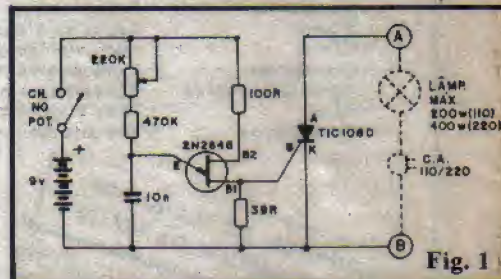
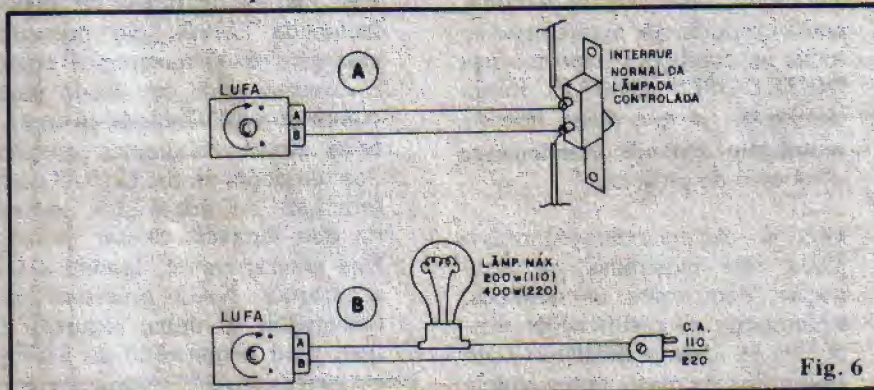

Fig. 1
Fig. 6
— FIG. 1 — O "esqueminha" da LUFA mostra toda a simplicidade do arranjo circuitual, que se vale de dois componentes de grande versatilidade: o transistor unijunção (TUI) 2N2646 e o SCR (Retificador Controlado de Silício) TIC106D. O TUI, com o auxílio dos resistores e capacitor, oscila numa frequência relativamente alta, cujo valor momentâneo pode ser ajustado através do potenciômetro de 220K, ao longo de faixa ampla. No terminal B1 (base 1) do 2N2646, essa oscilação proporciona a presença de uma série de pulsos positivos, rápidos e intensos, que são, por sua vez, usados no comando do terminal de gate (G) do SCR, determinando assim a "autorização" cíclica para que o transistor energize ou não a carga (lâmpada) ao longo da alternância normal da Corrente Alternada domiciliar... Uma parte do circuito funciona alimentada por baixa tensão (9VCC) fornecida
- FIG. 6 - Diagramas de instalação da LUFA. No primeiro exemplo (6-A) mostramos como o circuito pode ser usado para controlar uma lâmpada já instalada, através da simples conexão dos terminais da Saída (A-B) aos terminais do interruptor normal da dita lâmpada. Notar que os fios anteriormente ligados a tal interruptor **NÃO** precisam ser desligados. O único requisito é que, para o comando da LUFA
tornar-se efetivo, o interruptor deve ser mantido na sua posição "desligado". Além disso, a potência da lâmpada controlada deverá estar **dentro** dos limites previamente indicados (ver texto referente à FIG. 1). Se o Leitor preferir instalar a LUFA no controle de uma lâmpada "exclusiva", deverá fazê-lo conforme mostra a fig. 6-B. Observar ainda que, dentro dos limites de wattagem propostos, **mais de uma lâmpada** pode ser acionada, desde que sejam elas ligadas em paralelo e que a **soma** das suas potências seja inferior ou igual aos limites. Assim, em 110V, duas lâmpadas de 100W cada podem ser comandadas, ou, em 220V dez lâmpadas de 40W cada podem ser acopladas à LUFA (apenas exemplos, entre dezenas de outras possibilidades...). **NÃO ESQUECER** dos cuidados elementares com a segurança e a isolação, na instalação da LUFA, já que estará lidando com tensões e potências relativamente elevadas, onde qualquer descuido poderá gerar "curtos" ou "choques" danosos